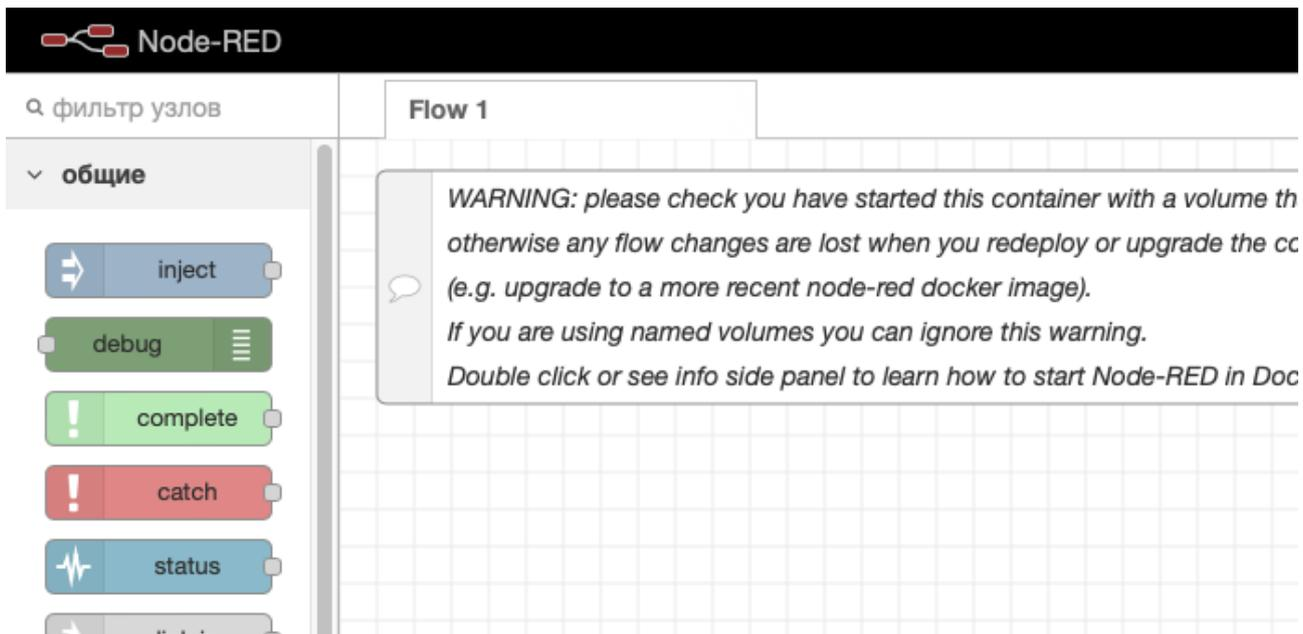

Рис. 1 Окно Node-Red при первом запуске
4. Откройте браузер на компьютере и обратитесь по адресу виртуальной машины с указанием порта 1880, чтобы получить доступ к сервису Node-Red. Вы должны увидеть веб-страницу с автоматически сгенерированным первым потоком, рис. 1.